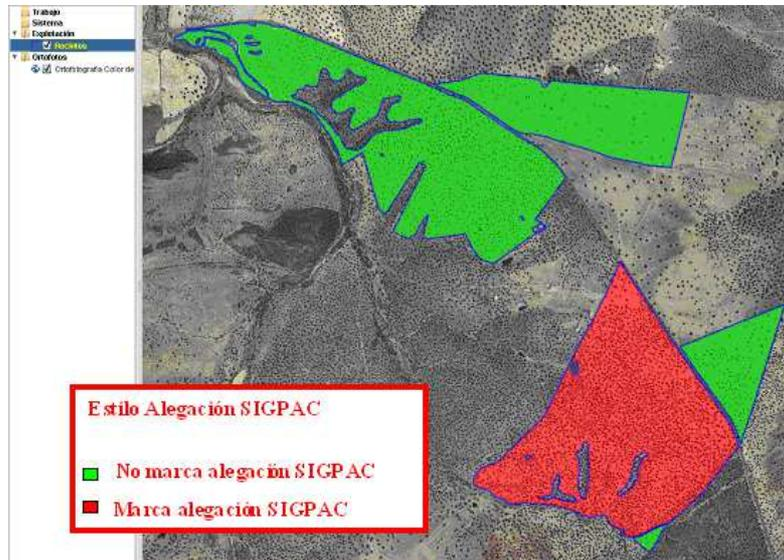

Fig. 49
- **Alegación SigPac:** muestra en color rojo aquellos recintos en los que se marca alegación SigPac, y en verde, aquellos en los que no se marca (Fig.49).